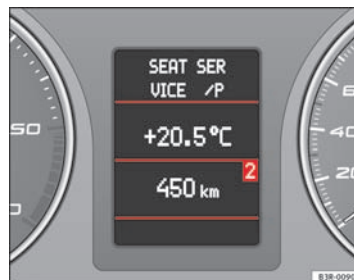

Fig. 65 Système d'information du conducteur
- Pressez à plusieurs reprises la touche **MODE** **B** pour passer à un autre mode de fonctionnement qui s'affiche alors à l'écran du système d'information du conducteur ⇒ fig. 65.